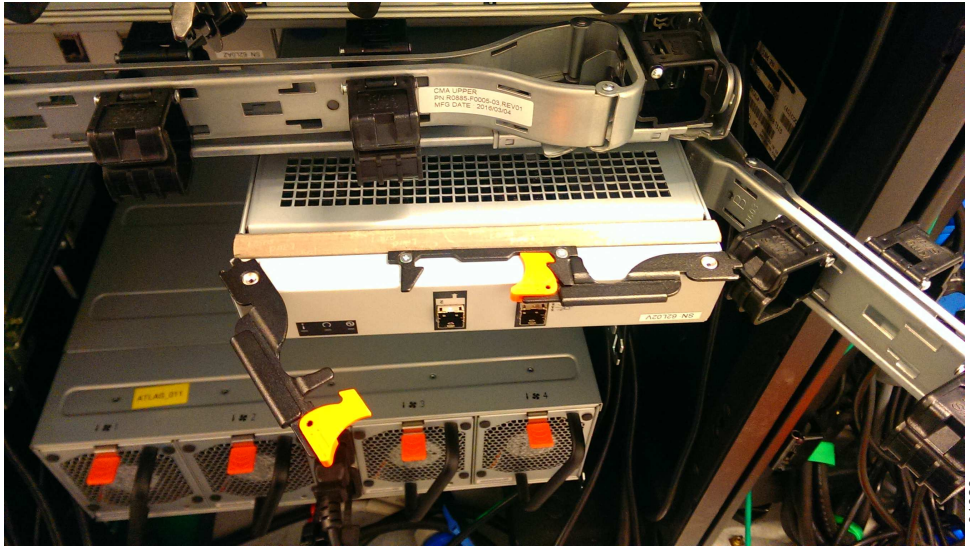

Abbildung 63. Erweiterungseinschub installieren
1. Lösen Sie die Winkelverbindung des unteren Kabelträgers, um ihn wegzudrehen (siehe Abb. 63 auf Seite 74).
4. Wurde der Erweiterungseinschub vollständig eingesetzt, drehen Sie die beiden Griffe nach innen, um sie zu verriegeln (siehe Abb. 63).